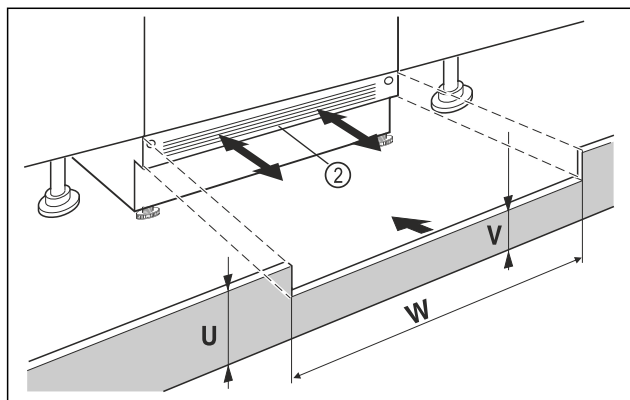

Fig. 88 Примерное изображение
- Установите цокольную панель устройства Fig. 88 (2), но еще не фиксируйте ее.
- Если цокольную панель Fig. 88 (2) видно, потяните её вперед настолько, пока передний край вентиляционной решетки не станет вровень с цокольной панелью мебели.
- Если цокольная панель Fig. 88 (2) скрыта, сдвиньте её назад как можно дальше.
- Вентиляционное отверстие должно быть полностью открытым: При необходимости следует подрезать цокольную панель мебели по высоте Fig. 88 (U)!
- Подгоните высоту перемычки Fig. 88 (W) по всей ширине ниши Fig. 88 (V) под цокольную панелью устройства Fig. 88 (2).